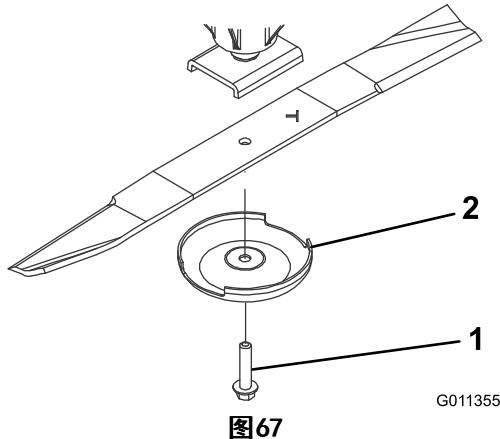

图67
2. 使用抹布或厚垫手套抓住刀片的端部。卸掉刀片螺栓、防刮罩，并从锭轴上取下刀片（图67）。
3. 使用防刮罩和刀片螺栓安装刀片，刀翼面向剪草刀盘（图67）。上紧刀片螺栓扭矩至 $115 \sim 149\text{N} \cdot \text{m}$ 。